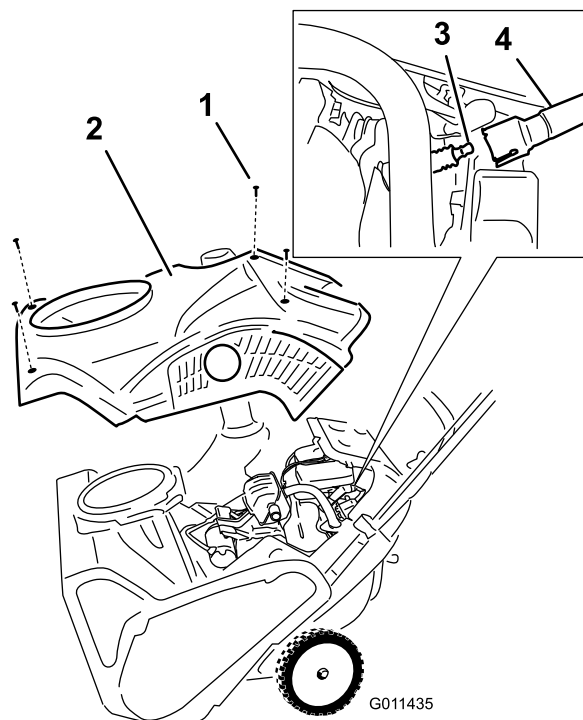

Figure 35
4. Enlevez les 4 vis de fixation du carénage (Figure 35).
1. Vis (4)
6. Enlevez le carénage (Figure 35).